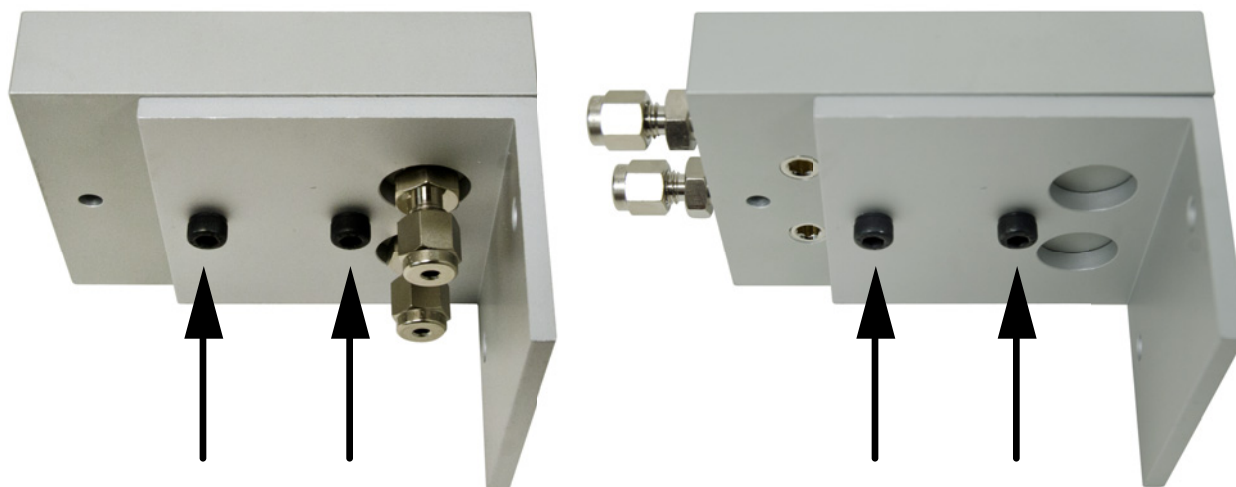

图 10. 六角螺钉已安装
- b 用手从下往上安装六角螺钉，直到用手拧紧（图 10）。